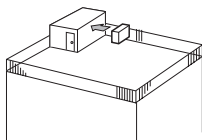

Fig. 2-3
- ① Anbring udblæsningen, så den vender imod den nærmeste væg og ca. 35 cm fra den. (Fig. 2-3)